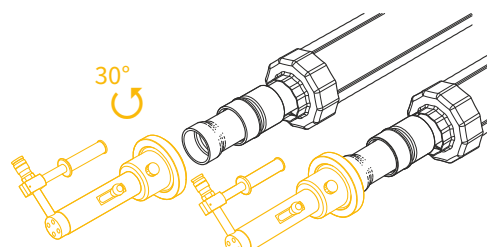

Рис. 4.5.7
- Сравить давление в насосе. Повернуть гидроцилиндр с насадкой на 30° и повторить предыдущую операцию (рис. 4.5.7).